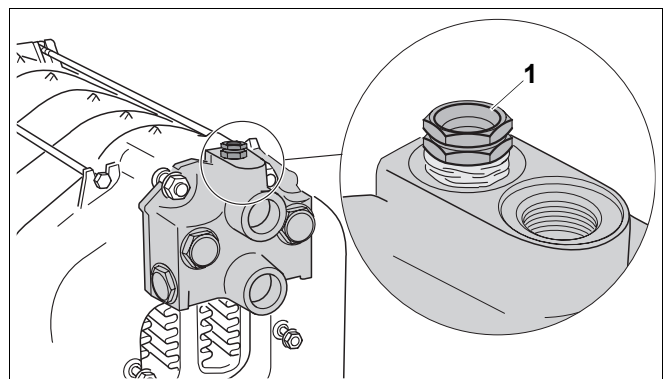

Fig. 23 Ermetizzare i pozzetti ad immersione
- Chiudere l'attacco di mandata e di ritorno (montare il rubinetto di sfiato sul raccordo sagomato Rp  $\frac{3}{4}$  (→ fig. 23)).